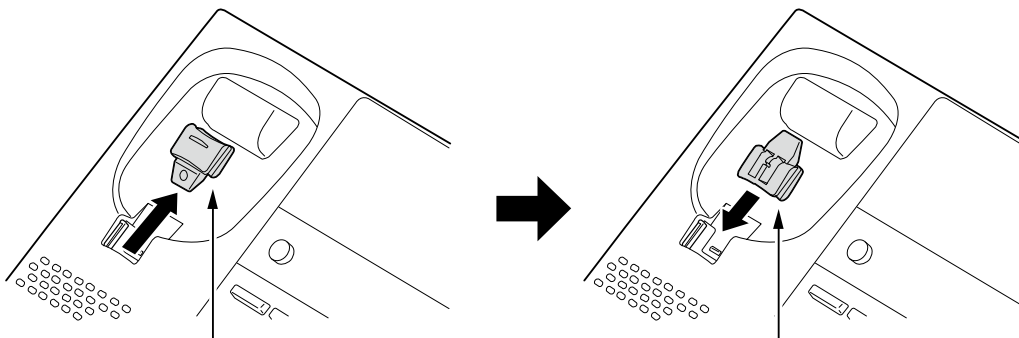

Рисунок 2-22 Держатель
2. Снимите переключатель. Переведите защелку вверх, затем установите переключатель в положение, как показано на Рисунок 2-22.